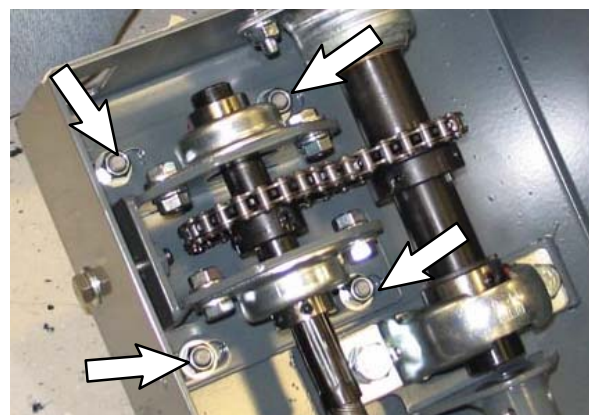

ABB. 35
32. Lösen Sie die Kleinteile zur Befestigung des Stützplattengehäuses/der Flanschlager am Lenkkanal. (Abb. 35)